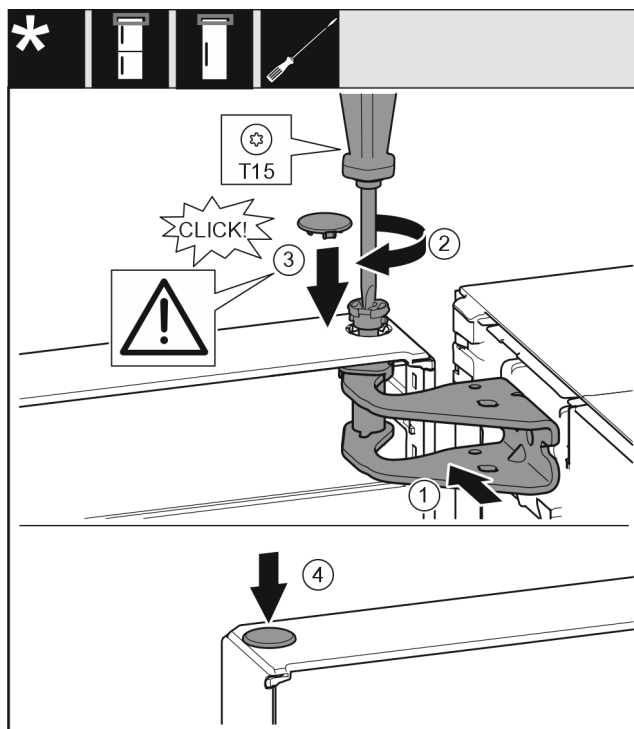

Fig. 24
- Poravnajte gornja vrata prema otvoru u podlošku ležaja Fig. 24 (1).
- Umetnite svornjak Fig. 24 (2) i pritegnite ga odvijačem.
- Postavite poklopac Fig. 24 (3).
- Provjerite da poklopac Fig. 24 (3) naliježe na vrata.
- Postavite poklopac Fig. 24 (4).